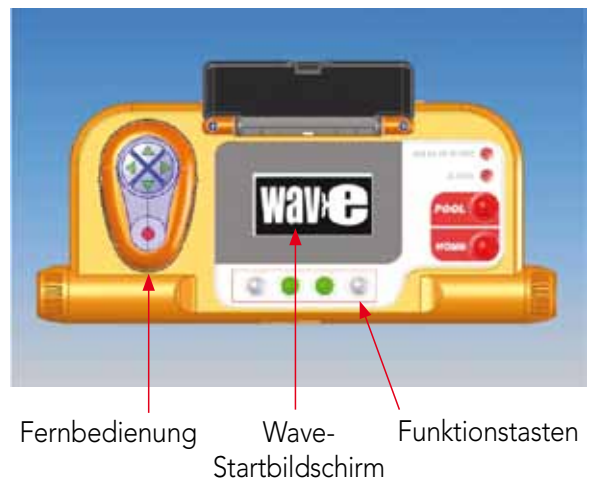

Abbildung 2: Die Dolphin Wave – MMI Konsole
- Wenn Sie in diesem Handbuch gebeten werden, auf "**Start**" zu drücken, müssen Sie gleichzeitig auf die zwei grünen Knöpfe -  - auf der MMI-Konsole drücken (siehe Abbildung 2).